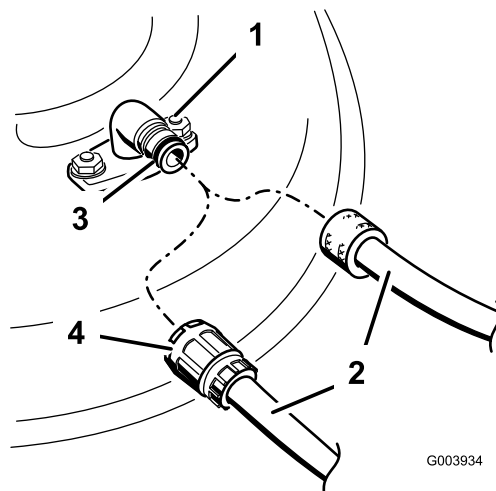

Bild 47
- Schließen Sie einen Schlauch an den Wasseranschluss an und drehen Sie das Wasser mit starkem Druck auf (Bild 47).